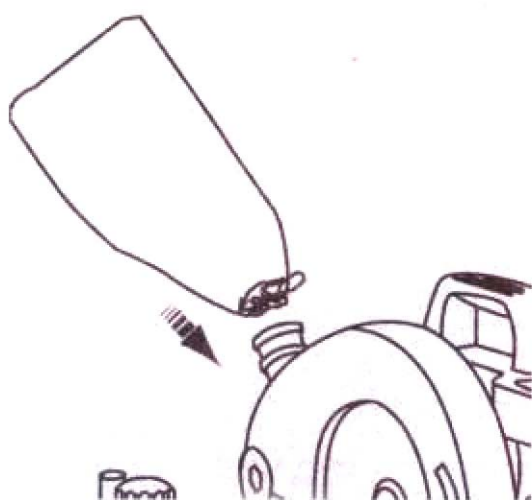

Рис. 3
1. Поднесите мешок для сбора пыли (36) к гнезду для присоединения пылесборника в соответствие с замком (16).
2. Одновременно нажмите клипы на горловине мешка и наденьте его на гнездо подсоединения (16) (рис. 3).